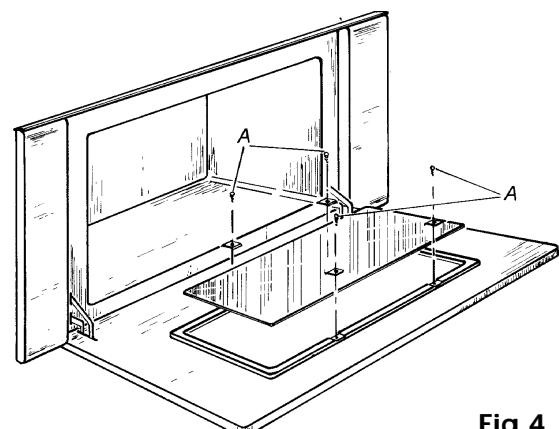

Fig.4
Per le parti smaltate comportarsi come per l'interno del forno, usando acqua calda e detergenti non abrasivi o acidi. Per una semplice e accurata pulizia del cristallo interno della porta è prevista la possibilità di toglierlo dalla propria sede svitando a porta completamente aperta le viti (A) come mostra la fig.4.